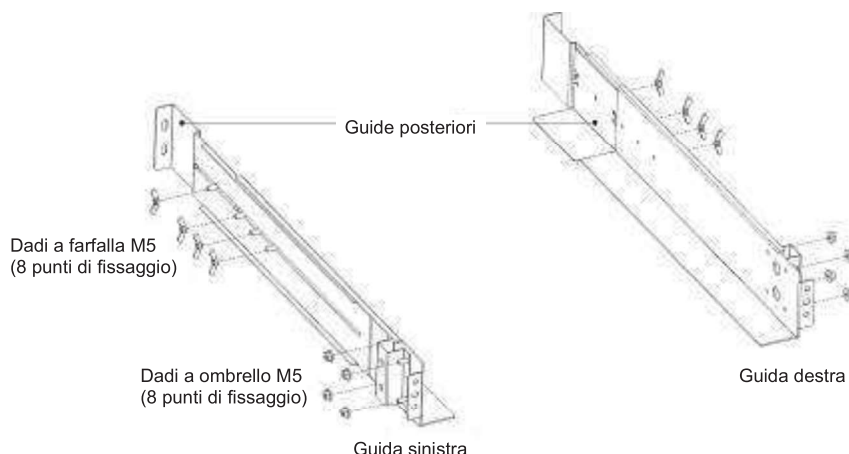

Figura 1 Fissaggio delle guide
(1) Per installare il kit di guide
- Applicare le guide sinistra e destra alle guide posteriori come illustrato in Figura 1. Non stringere le viti.
- Stringere quattro dadi a ombrello M5 sul lato della guida (v. Figura 1).